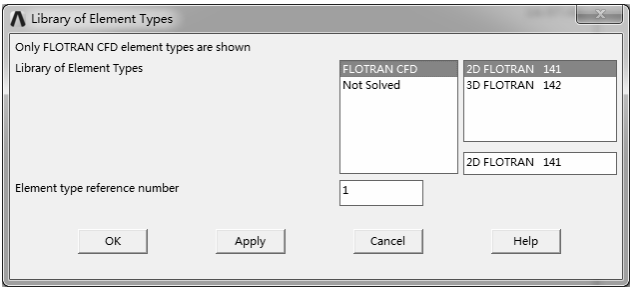

图 10-18 “Library of Element Types”对话框
2) 单击“Add...”按钮，弹出“Library of Element Types”对话框，在左边的列表中选择“FLOTRAN CFD”选项，选择流体单元类型，然后在右边列表中选择“2D FLOTRAN 141”单元，如图 10-18 所示。单击“Library of Element Types”对话框的“OK”按钮，返回“Element Types”对话框。